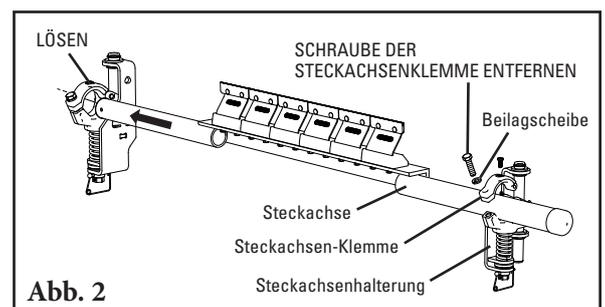

Abb. 2
2. Die Steckachse einbauen. Die Schraube der Steckachsenklemme entfernen und die obere Hälfte der Steckachsenklemme anheben oder entfernen und die Schraube auf der gegenüberliegenden Seite lösen. Die Steckachse durch die gelöste Klemme über das Förderband schieben und dann das nähere Ende der Steckachse in die verbleibende Steckachsenklemme einsetzen (Abb. 2). Die obere Hälfte der Klemme wieder einsetzen und handfest anziehen.